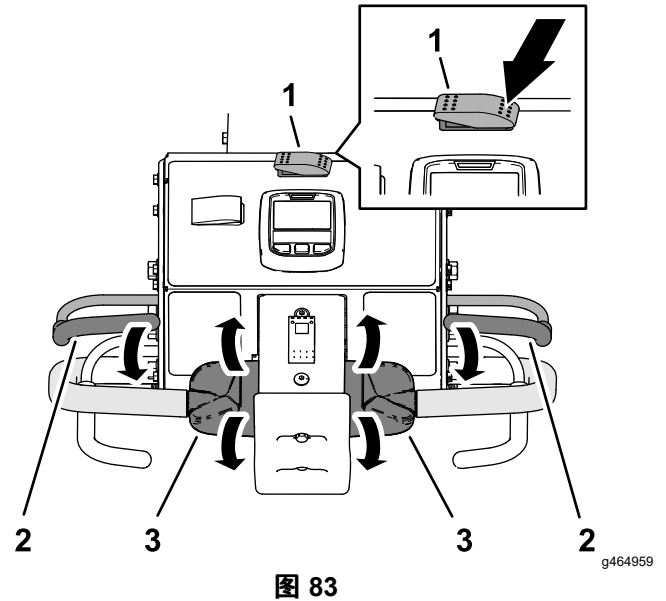

图 83
3. 将行驶/打孔开关的左侧按至行驶位置图 83。
5. 握住左侧或右侧手把和操作员到位把手图 83 将把手向手柄挤靠。